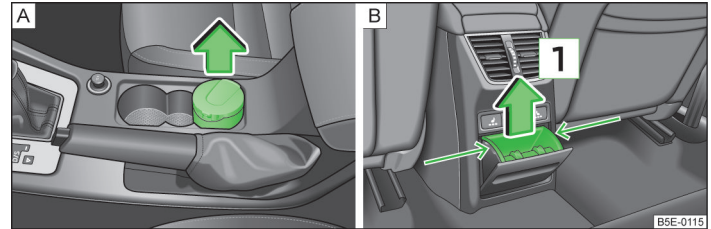

Abb. 66 Aschenbecher: vorn / hinten
- Den Aschenbecher » Abb. 66 - **A** in Pfeilrichtung herausnehmen.
- Den Einsatz im mit Pfeilen gekennzeichneten Bereich fassen und in Pfeilrichtung **1** » Abb. 66 - **B** herausnehmen.